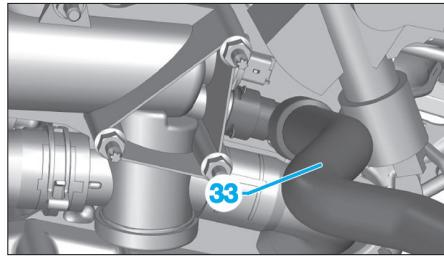

Fig. 75
- Dégrafer la durit (33) (**Fig.75**) du boîtier de sortie d'eau.